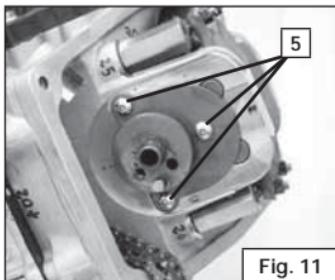

Fig. 11
- Si consiglia di inserire uno straccio pulito nel vano passaggio catena (Fig. 11).
- Svitare le tre viti di fissaggio della staffa di ritegno albero a camme (5) avendo cura che non cada nulla all'interno del carter (Fig. 11).
- It is advised to place a clean rag in the chain opening (Fig. 11).
- Unscrew the three fixing screws of the retaining bracket (5), taking care that nothing falls inside the crankcase (Fig. 11).
- Il est conseillé d'insérer un morceau de tissus propre dans le carter de passe de la chaîne (Fig. 11) .
- Dévissez les trois vis de fixation du support de l'arbre à cames (5) en ayant soin de ne rien faire tomber dans le carter (Fig. 11) .
- Rimontare come in origine la staffa di ritegno albero a camme (Fig. 11).
- Reassemble the retaining camshaft bracket camshaft (Fig. 11).
- Remonter comme à l'origine la patte de soutien de l'arbre à came (Fig. 11) .